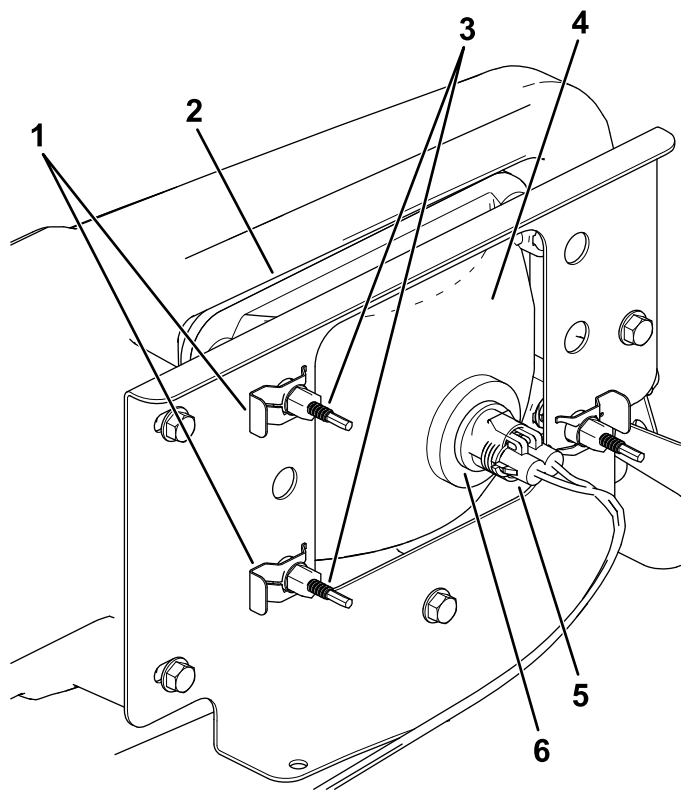

Figure 39
3. Débranchez le connecteur électrique sur le faisceau du connecteur du phare (Figure 39).
- Retirez les clips rapides qui fixent le phare sur son support (Figure 39).
- Déposez le phare en le poussant vers l'avant et hors de l'ouverture dans le pare-chocs avant (Figure 39).
- Insérez le phare de rechange dans l'ouverture du pare-chocs (Figure 39).
- Branchez le connecteur électrique du faisceau sur le connecteur du phare (Figure 39).
- Au dos du phare, tournez les vis de réglage (Figure 39) afin de faire pivoter le phare et d'aligner la position du faisceau projeté.